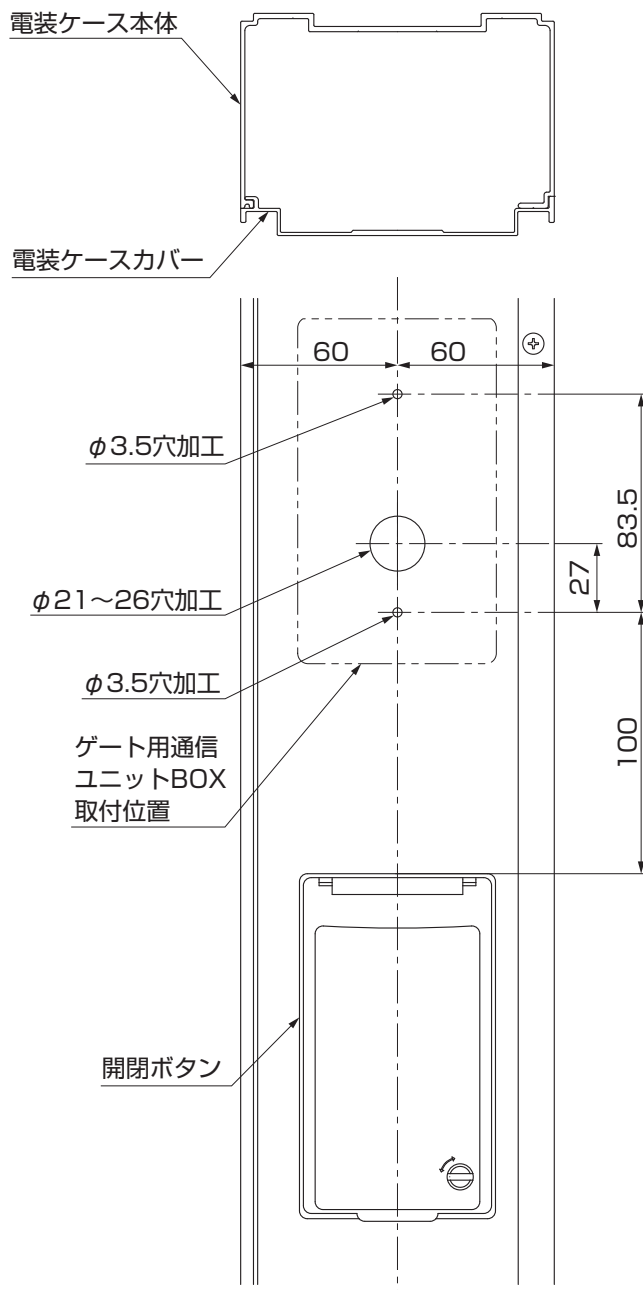

図1-2
- ②電装ケースカバーにφ3.5の穴を2箇所とφ21~26の穴を1箇所あけてください。（図1-2参照）